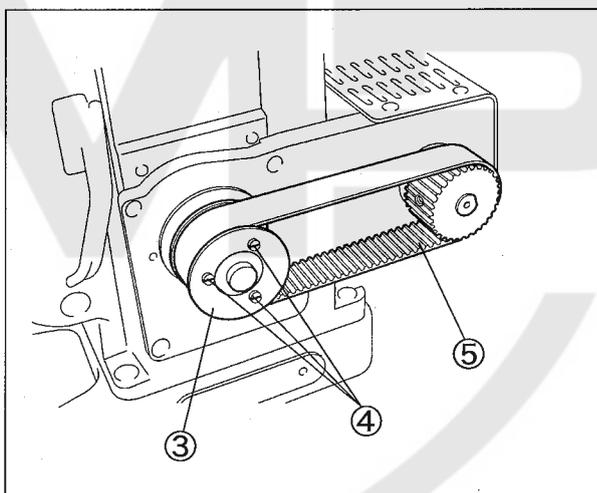

図 11
2. プーリ(前)⑦の止ネジ④を緩めてフランジ③を取外す。(図 11)
1. タイミングベルト⑤をプーリ(後)⑥に掛けてから、プーリ(前)⑦に掛ける。
2. ハンドホイールを回しながら、タイミングベルト⑤がプーリ(前)⑦の中央に来るまで押し込みます。タイミングベルト⑤はモータ取付板⑧と平行になっていること。
3. フランジ③をプーリ(前)⑦に取り付ける。(図 11)